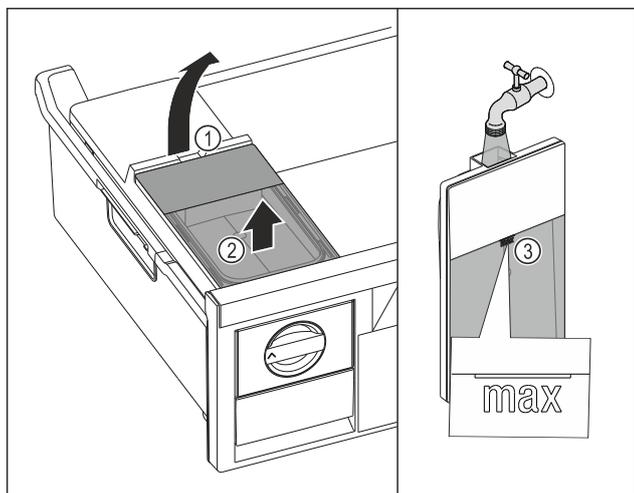

Fig. 103
- ▶ Elevar el depósito de agua por la entalladura Fig. 103 (1).
- ▶ Extraer el depósito de agua hacia arriba. Fig. 103 (2)
- ▶ Llenar el depósito de agua con agua potable hasta la marca Fig. 103 (3).